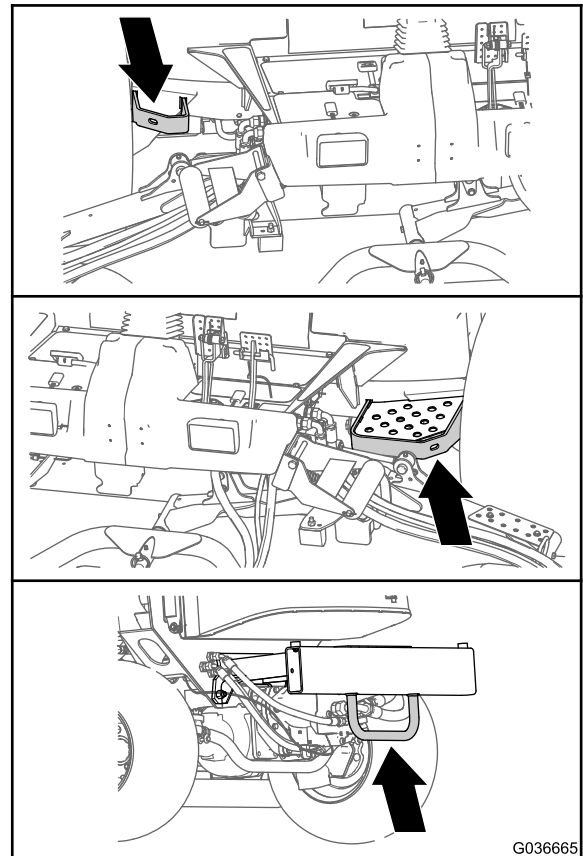

Figura 38
- En cada lado del bastidor, junto a la plataforma del operador (Figura 38)
- En el parachoques trasero (Figura 38)